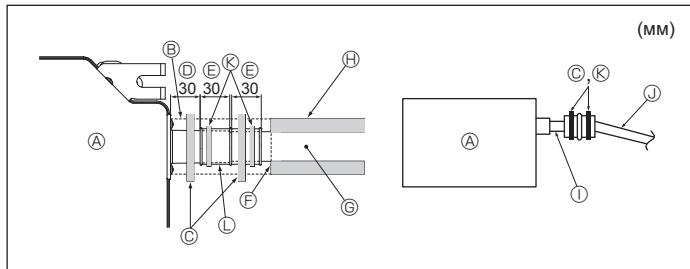

Fig. 6-2
- Подсоедините дренажное гнездо (в комплекте поставки) к дренажному отверстию. (Fig. 6-2)